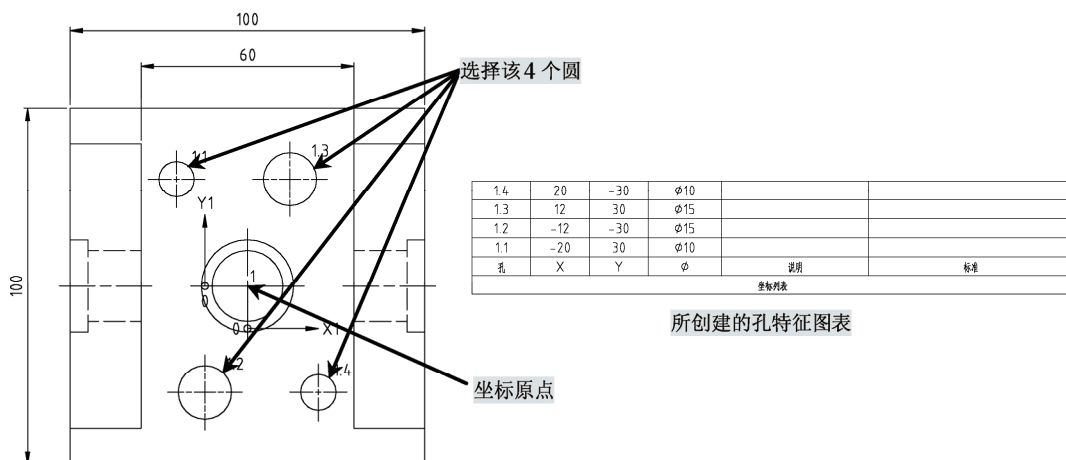

图 8-90 绘制孔特征图表
2) 执行“孔特征图表”命令 (amholechart) 后, 单击“主视图”中直径为 26 的圆的圆心为坐标原点, 指定坐标旋转角度, 输入坐标原点名称, 选择要创建孔特征图表的孔 (两个直径 10 和两个直径 15 的圆), 将自动绘制一张“孔特征图表”的表格, 将“孔特征图表”放置于右下方, 如图 8-90 所示。